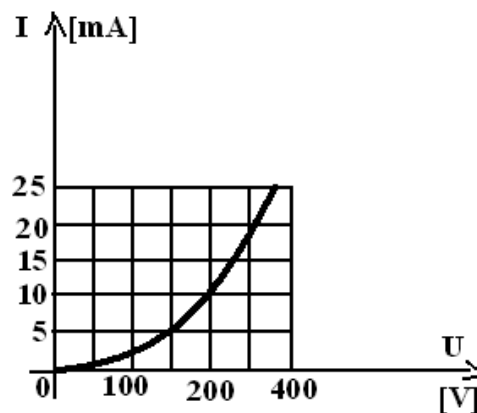

Fig. 5-14 Caracteristica tensiune-curent a triodei 6H8
70. O sursă de tensiune $U = 300\text{ V}$ alimentează un rezistor $r = 10\text{ k}\Omega$ conectată în serie cu o triodă 6H8. Care este plaja de variație a curentului prin circuit și a tensiunii pe tub dacă rezistorul r variază între limitele $\pm 20\%$. Caracteristica tensiune-curent a lămpii electrice este dată în fig. 5-14.